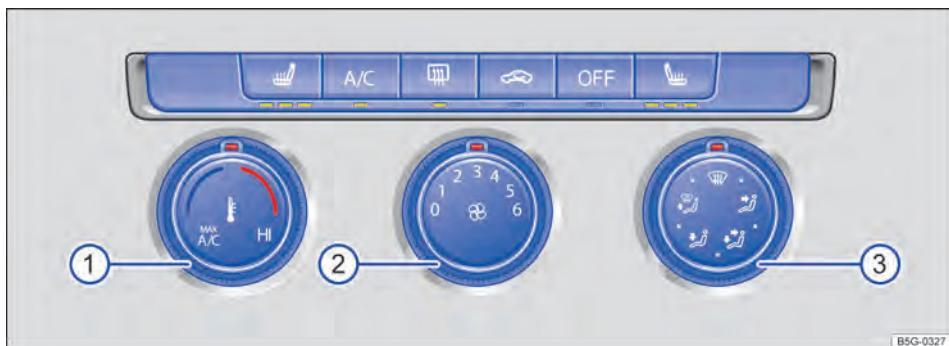
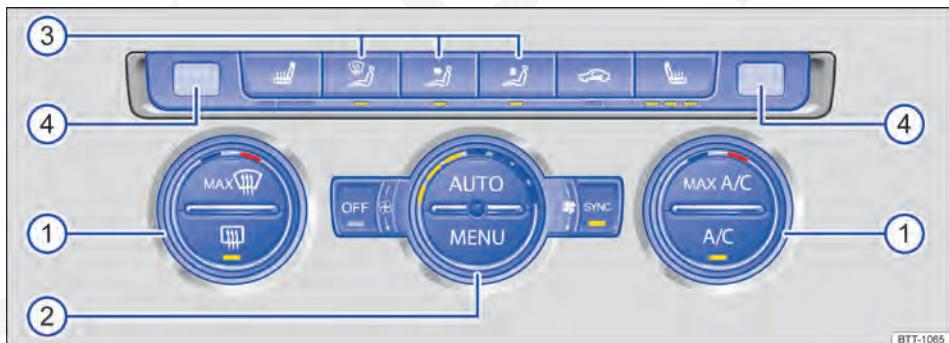

Fig. 166 Na parte superior do console central: comandos do ar-condicionado (manual).
Fig. 167 Na parte superior do console central: comandos do Climatronic.
Botão, regulador	Informações complementares do ar-condicionado (manual) ⇒ Fig. 166 e do Climatronic ⇒ Fig. 167.
- Pressionar o botão **MENU** ⇒ Fig. 167.